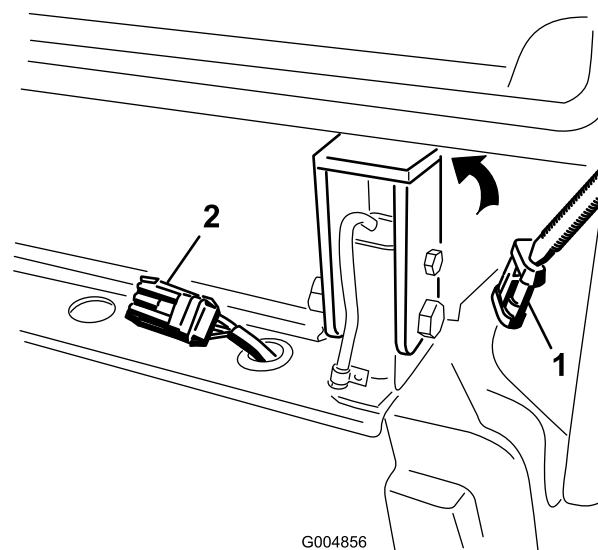

Figure 35
27. Enlevez le capuchon et branchez le connecteur du faisceau de câblage de la cabine au faisceau du support de châssis arrière (Figure 35).